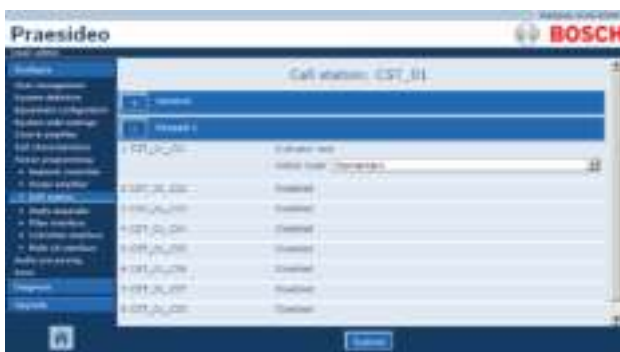

рисунок 48.32: Кнопка проверки индикатора
- 1 Если вызов выполняется хотя бы в одной из зон или групп зон, имеющей равный или более высокий приоритет по сравнению с выбранным приоритетом, второй выход индикатора этой клавиши (обычно желтый светодиод) будет активирован на модуле клавиатуры вызывной станции PRS-CSKPM. Если он используется для отображения аварийного вызова в этих зонах или группах зон, к этому выходу должен быть подключен красный светодиод. Для аварийной зоны предпочтительно использовать отдельный индикатор. В соответствии с большинством стандартов для систем экстренного оповещения (например, EN54-16), для этой цели назначается красный цвет. Если заданный приоритет установлен как 224, то индикатор *статуса зоны* загорается, если в этой зоне или группе зон воспроизводится экстренный вызов (приоритет равный или выше 224). Вид страницы *Action programming* для клавиши *Zone status* приведен на рисунок 48.32.